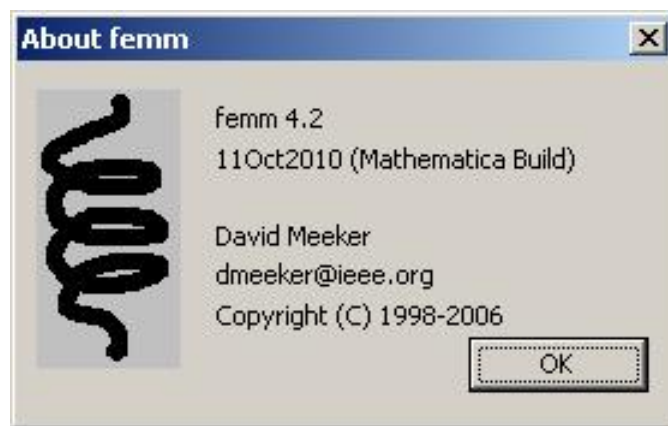

Abb.1 Das „About“ - Fenster des Programms **FEMM** (Finite Element Method Magnetics), ein Freeware-Paket des Autors David Meeker.
- Durch Drücken der Leertaste öffnen Sie das Eigenschaftsfenster des gewählten Bereichs (siehe Abb. 1).